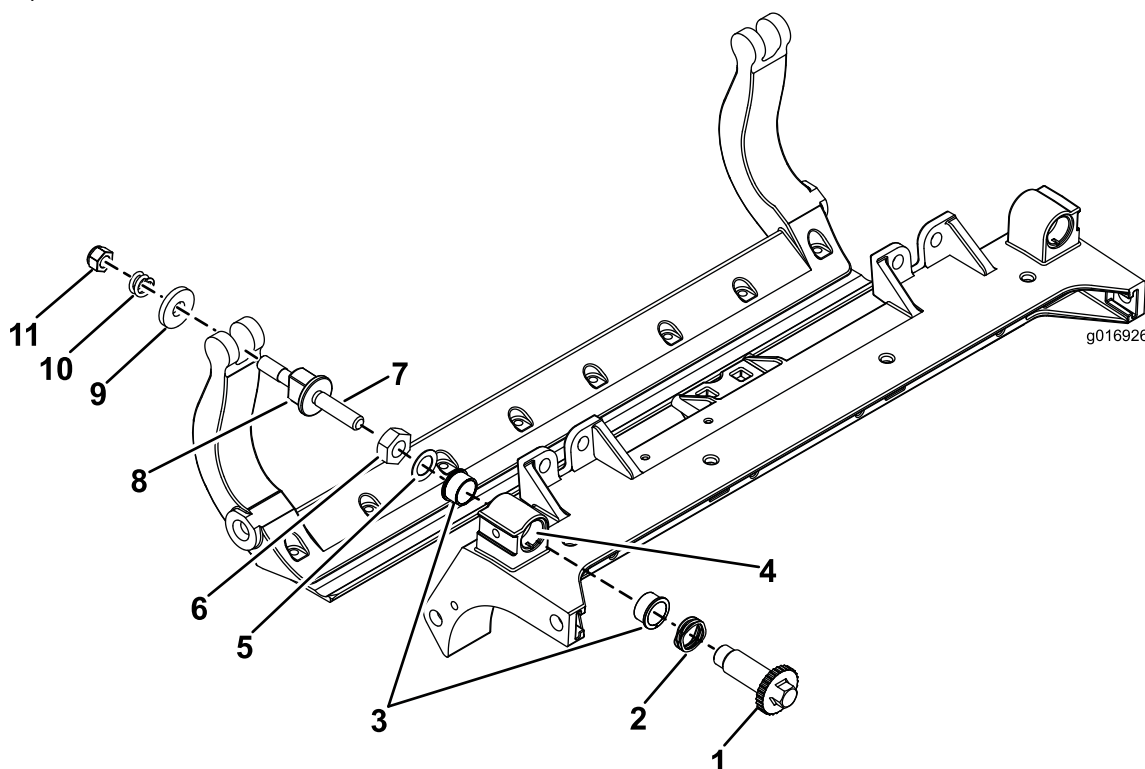

Figura 35
1. Rimuovete tutti i componenti (fate riferimento alle *Istruzioni per l'installazione* del kit DPA HD e a Figura 35).
2. Applicate del lubrificante antigrippaggio all'interno dell'elemento in cui vanno montate le boccole, sul telaio centrale dell'apparato di taglio (Figura 35).
3. Allineate le chiavette sulle boccole flangiate alle scanalature sul telaio e montate le boccole (Figura 35).
4. Montate una rondella ondulata sull'albero del dispositivo di regolazione e inserite l'albero all'interno delle boccole flangiate sul telaio dell'apparato di taglio (Figura 35).
5. Fissate l'albero del dispositivo di regolazione con una rondella piana e un dado di bloccaggio (Figura 35).
12. Posizionate una rondella in acciaio all'esterno di ciascuna rondella in nylon (Figura 35).
- Nota:** Le rondelle all'interno possono avere del gioco (Figura 35).
15. Serrate il dado su ciascun gruppo di regolazione della barra di appoggio fino a comprimere completamente la molla di compressione, quindi allentate il dado di 1/2 giro (Figura 35).